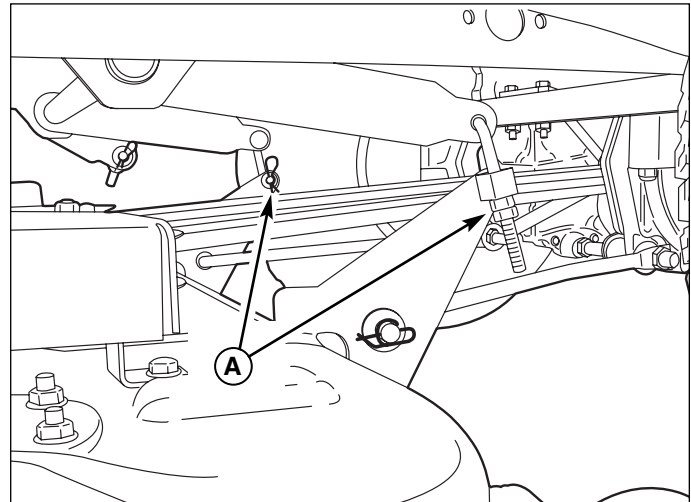

Figure 29. Mise à niveau transversale
5. Utilisez les écrous de mise à niveau de l'arrière (A, Figure 29) pour régler l'horizontalité transversale du carter. Recommencez l'étape 4 si nécessaire.